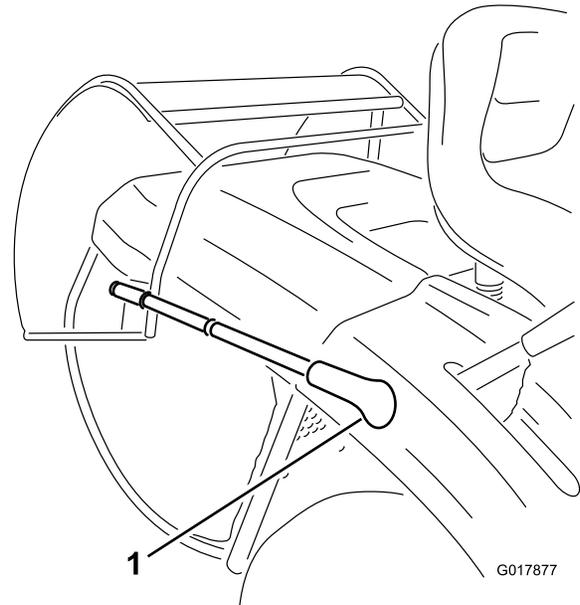

Figure 18
3. Tirez le levier de vidage du bac à herbe vers l'avant pour basculer le bac à herbe (Figure 18) jusqu'à ce que le verrou s'enclenche et bloque le bac à herbe en position ouverte (Figure 19).